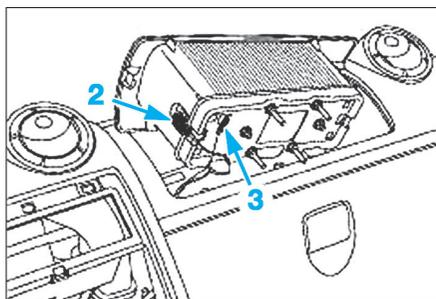

Fig. 8
- Dégrafer la sécurité du connecteur (2) puis le débrancher (Fig.8).